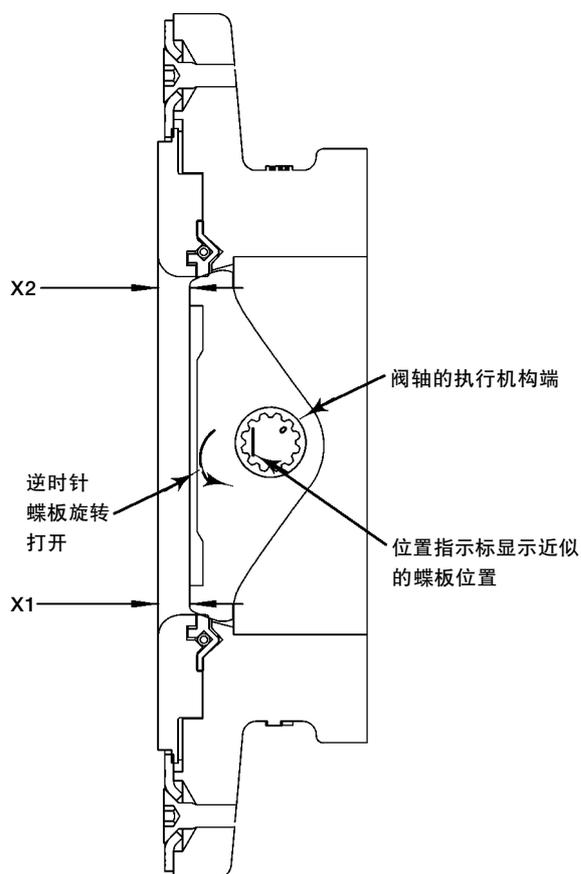

图7. 典型阀体截面
蝶板 / 轴连接使用锥形销和膨胀销。用于驱动轴连接的孔稍微偏离中心以保护驱动轴不会安装在错误的方向。如图7所示，蝶板面朝向阀轴末端的位置指示标。
8580型控制阀蝶板逆时针旋转打开（从阀体安装执行机构一侧看，参见图7）。旋转蝶板（件号3）超过全闭位置将会损坏密封环（件号4）。防止损坏，采取以下步骤：
2. 调节执行机构使蝶板在执行机构行程终端至全闭位置。如图7所示在阀门顶部或底部（X1和X2）测量蝶板面和密封圈固定环表面的距离以决定全闭蝶板的位置。调节行程限位或套筒螺母，微旋蝶板直至两个测量值位于。